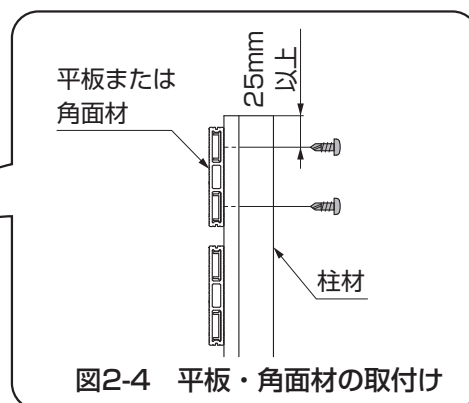

図2-4 平板・角面材の取付け
- 6) 柱に取付ける平板・角面材の最上段の取付け位置は、柱上端から25mm以上にしてください。(図2-4参照)